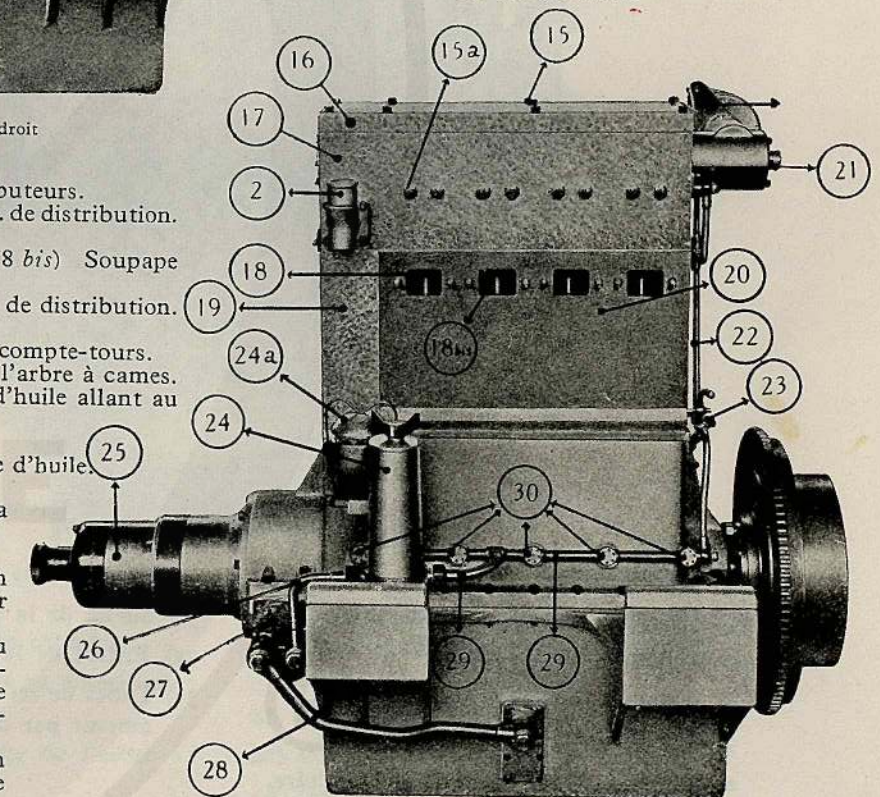
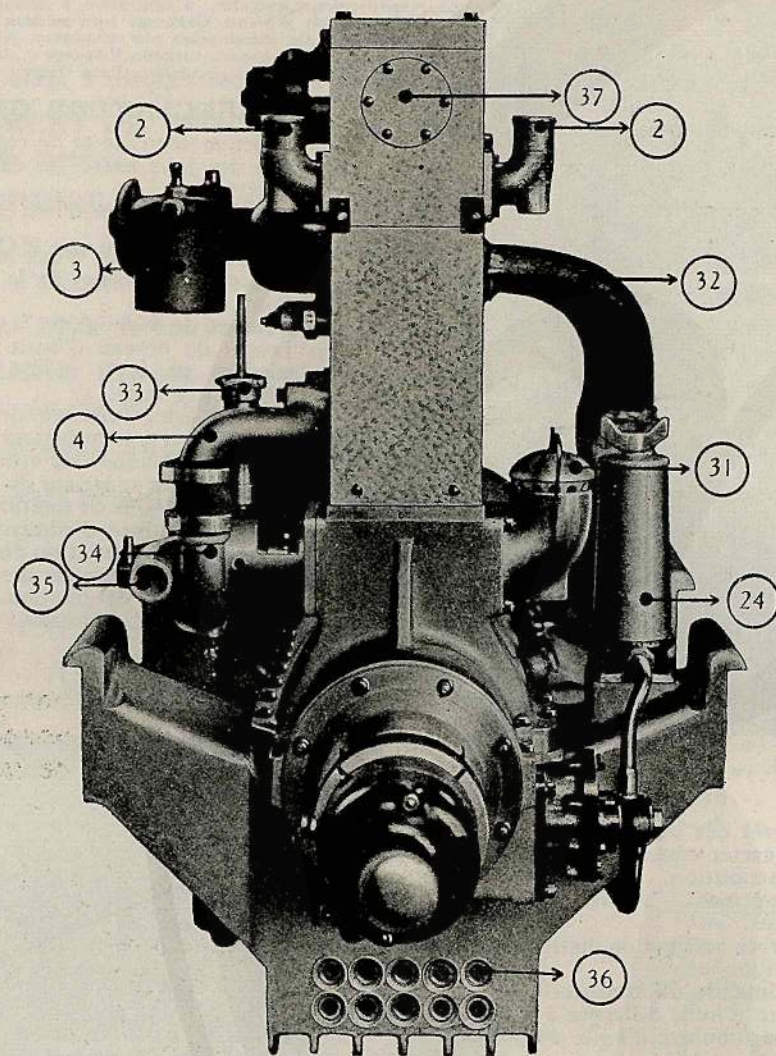
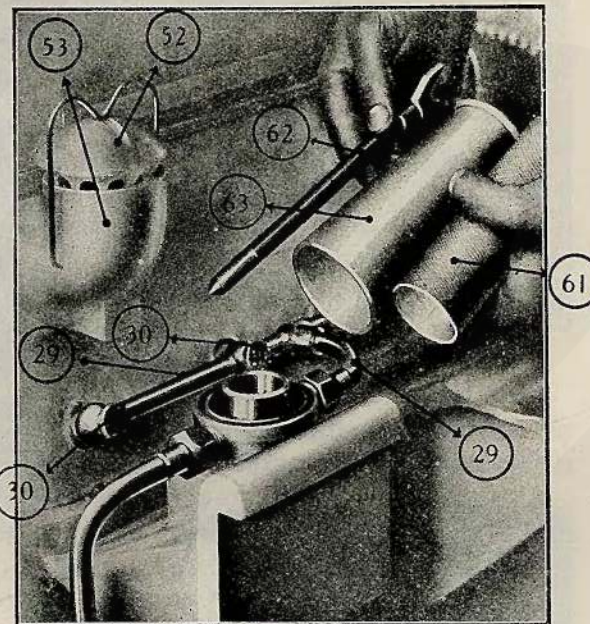
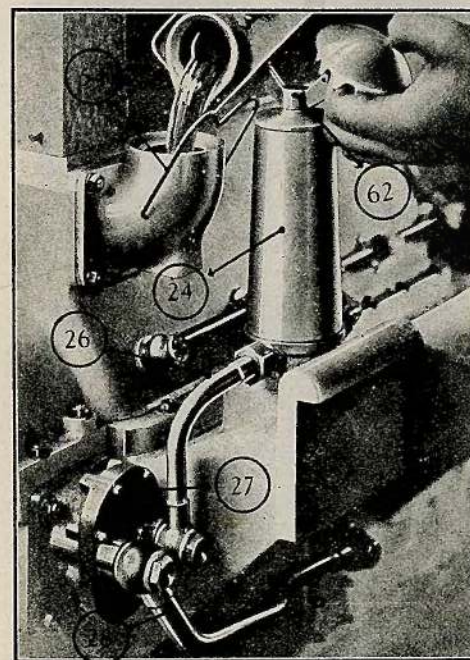

Fig. 2 - Vu du côté gauche
FIG. 3
FIG. 9
FIG. 10
Pour mettre l'huile dans le moteur il faut enlever le couvercle (52, fig. 9), placé sur la pipe (53), à cet effet il suffit de faire basculer le ressort (54, fig. 10), et procéder comme indiqué en suivant l'ascension de la jauge pour ne pas en mettre en excès. Il faut attendre quelques minutes, car l'huile doit traverser un grand filtre placé à la partie inférieure du carter avant de parvenir au réservoir du flotteur (10, page 7).
La circulation d'huile au moteur est assurée par une pompe à huile (à engrenages), n° 27, fig. 10.
La partie inférieure du carter fait réservoir d'huile. Le carter étant vide, il faut mettre environ\*) 6 litres d'huile pour que la jauge arrive en haut. Cette huile est en partie en circulation dans le moteur pendant la marche, le reste se refroidit par le courant d'air qui passe dans les tubes qui traversent la partie inférieure du carter (36, fig. 3). De plus ces tubes augmentent considérablement la surface de refroidissement. Sur la figure 2, page 7, il est facile de suivre le mouvement de la circulation. La tubulure 28 réunit le réservoir d'huile à la pompe 27, la tubulure 26 réunit la pompe à un filtre facilement démontable en 3 parties (61, 62 et 63, fig. 9) destiné à retenir toutes les impuretés. La tubulure 29 réunit le filtre aux différents points à graisser. L'huile est aspirée par la pompe qui la refoule ensuite dans le filtre ; sous l'effet de la pression l'huile traverse la toile métallique (61) et vient graisser sous pression les paliers centraux à travers les vis gicleurs calibrés (30). D'autres gicleurs amènent l'huile dans des gorges où la force centrifuge l'entraîne dans les portées des bielles. Les cylindres et pistons sont abondamment graissés par projection. A l'extrémité arrière de la tubulure 29 est branchée une tubulure 22 qui distribue en deux points l'arrivée de l'huile pour le graissage de l'arbre à cames, des basculeurs et des soupapes. Le retour de cette huile s'effectue par le carter n° 19 qui renferme l'arbre vertical de commande de la distribution et par 4 tubes qui traversent le cylindre de haut en bas. L'huile qui s'échappe des paliers et des bielles et celle qui revient de la distribution retournent au réservoir d'huile après avoir traversé un filtre qui s'étend sur toute la longueur du carter. Elle se trouve filtrée une première fois, elle le sera une deuxième fois en traversant le filtre 24, lequel, étant très fin, demande à être vérifié souvent. Pour faire cette opération desserrer la vis à papillon (62, fig. 10), et la retirer complètement, enlever le carter aluminium (63), ensuite le filtre (61), les trois pièces sont représentées figure 9. Bien laver le filtre en l'agitant dans l'essence propre ou du benzol de préférence si le filtre est encrassé fortement, frotter avec les doigts si c'est nécessaire, bien le secouer et laisser sécher, ne jamais employer de chiffons pour le nettoyer. Laver de la même manière l'intérieur du carter (63) et remonter.